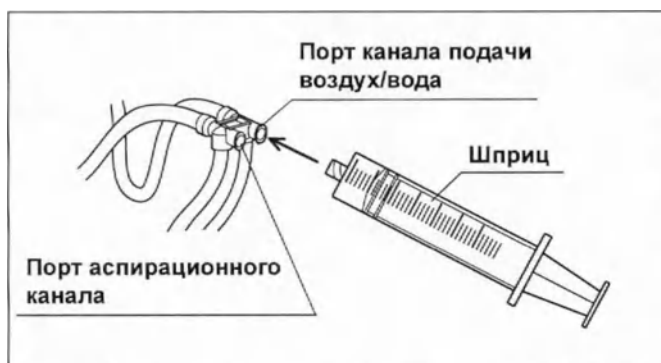

Рис. 6.32
- 4** Присоедините шприц к порту канала подачи воздух/вода инъекционной трубки. (см. рис. 6.32)
- 4 Присоедините шприц к порту канала подачи воздух/вода инъекционной трубки. (см. рис. 6.32)